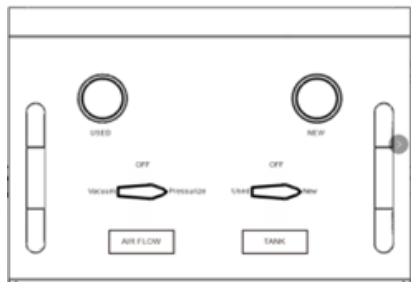

Fig 9.
naar de "New" Nieuw-positie (Afb. 9), open de klep op de koelvloeistofslang, nieuwe vloeistof (rood) (Afb.8), open vervolgens de werkplaatsluchtklep om meer nieuwe antivries aan het voertuig toe te voegen.
middel toe aan het voertuig via de overlooptank. Zoals hierboven geïllustreerd in Afb.8 en Afb.9.
5. Start de motor en controleer het antivriesniveau. Als het antivriesniveau daalt, draai dan de linker "LUCHTSTROOM"-klep op het paneel naar de "Onder druk"-positie, de rechter "TANK"-klep naar de "Nieuw"-positie (Afb. 9), open de klep op de nieuwe vloeistofslang (rood) (Afb. 8), open vervolgens de werkplaatsluchtklep om meer nieuw antivriesmiddel aan het voertuig toe te voegen.
5. Start de motor en controleer het antivriessniveau. Als het antivriessniveau daalt, draai dan de linker "LUCHTSTROOM"-klep op het paneel naar de "Onder druk"-positie, de rechter "TANK"-klep naar de "Nieuw"-positie (Afb. 9), open de klep op de nieuwe vloeistofslang (rood) (Afb. 8), open vervolgens de werkplaatsluchtklep om meer nieuw antivriessmiddel aan het voertuig toe te voegen via de voertuigoverstroomtank.